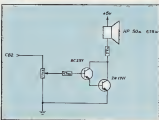

Fig. 3. Schéma du générateur de sons.
La deuxième application du 6522 que nous vous proposons est beaucoup moins «sérieuse» puisqu'elle consiste à produire un petit air de musique. Nous vous proposons donc de réaliser le montage de la figure 3 et utiliserons le registre à décalage du 6522 (SR).